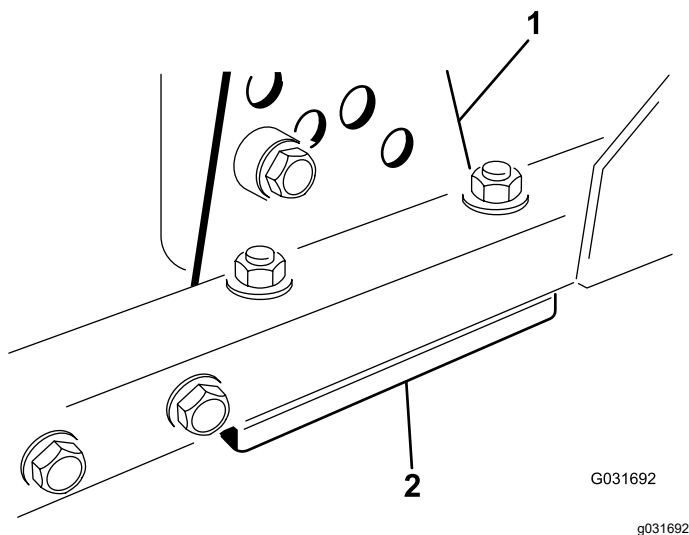

Bild 100
1. Entfernen Sie die Schnitthöhen-Einstellhalterung (vorne, links oder rechts) vom Mähwerkrahmen (Bild 100).
2. Führen Sie 1,5-mm- und/oder 0,7-mm-Beilagscheiben zwischen dem Mähwerkrahmen und der Halterung ein, um die gewünschte Schnitthöhe zu erhalten (Bild 100).